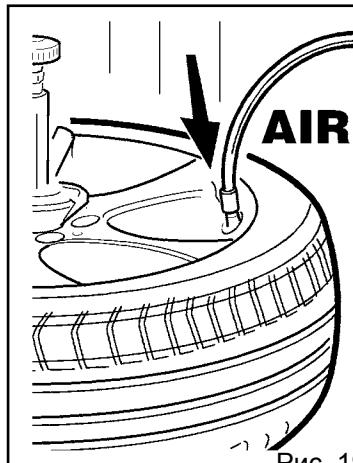

Рис. 19
- Соедините шланг для накачивания с вентилем шины (Рис. 19).
Прижать предохранительный клапан к борту диска, нажать на кнопку управления подачей воздуха и одновременно с этим на педаль управления накачиванием (Рис. 19/20).